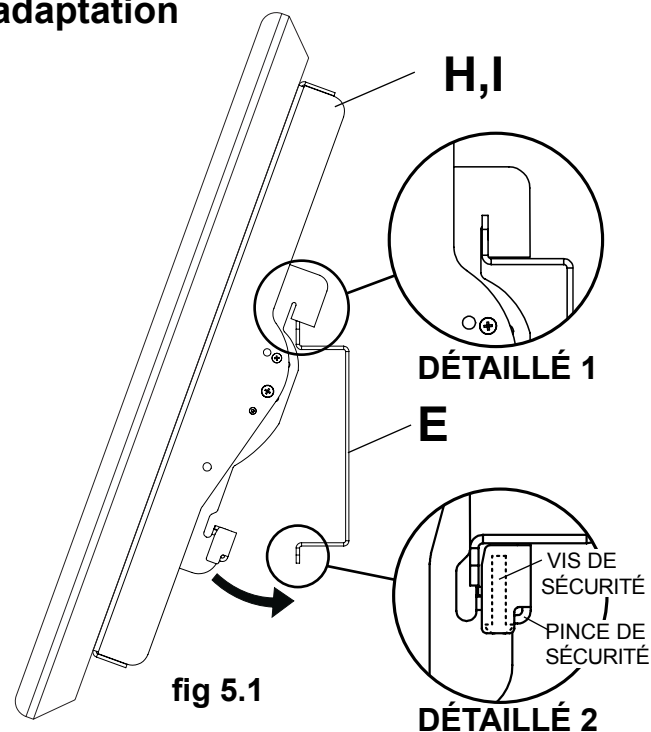

fig 5.1
5 Montage de l'écran : Accrochez les supports inclinables (H,I) à la plaque d'adaptation (E) et faites pivoter l'écran vers l'intérieur comme illustré à la fig. 5.1. **REMARQUE :** Si la pince de sécurité est en contact avec le bas de la plaque d'adaptation, desserrez la vis de sécurité à l'aide d'une clé hexagonale (J). Les crochets des supports inclinables doivent être complètement engagés dans la plaque d'adaptation comme illustré dans le dessin de détail 1. Serrez les vis de sécurité à l'aide d'une clé hexagonale (J) jusqu'à ce que la pince de sécurité soit fermement appuyée contre le bas de la plaque d'adaptation.